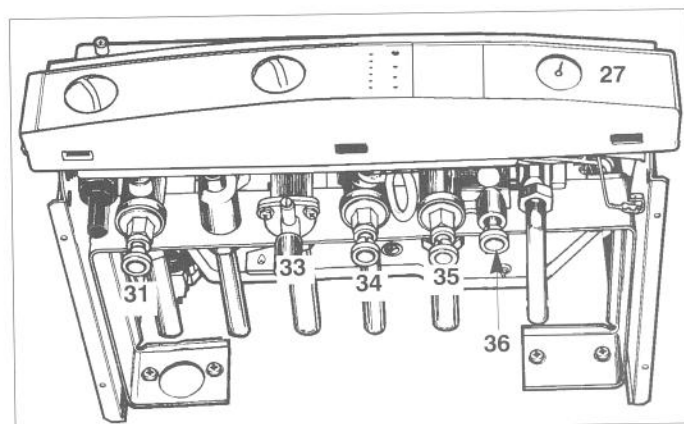

Fig. 14
- Aprire il rubinetto d'arrivo del gas "33" (fig. 14).